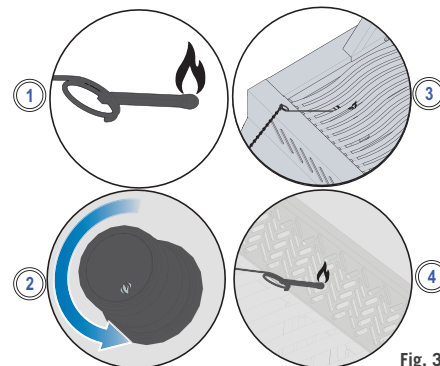

Fig. 3
3. Mens du vrider den tilhørende brennerknappen til høy. (Fig. 3)